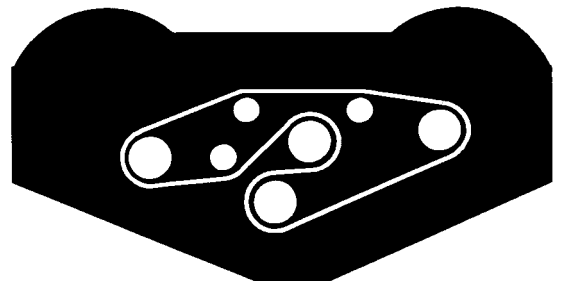

Fig. 13
5. Anbring den nye rem omkring spindelremskiverne og strammerremskiven, som vist i fig. 13.